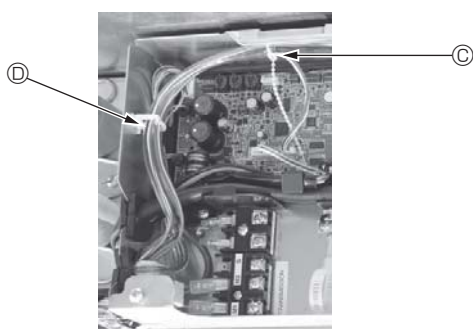

Fig. 5-15
- Inserire le parti eccedenti dei cavi di giunzione dell'i-See sensor e del ricevitore di segnale nella scatola dei componenti elettrici attraverso la clip per cavi come illustrato nello schema, quindi fissare insieme i cavi con il dispositivo di attacco. (Fig. 5-15)